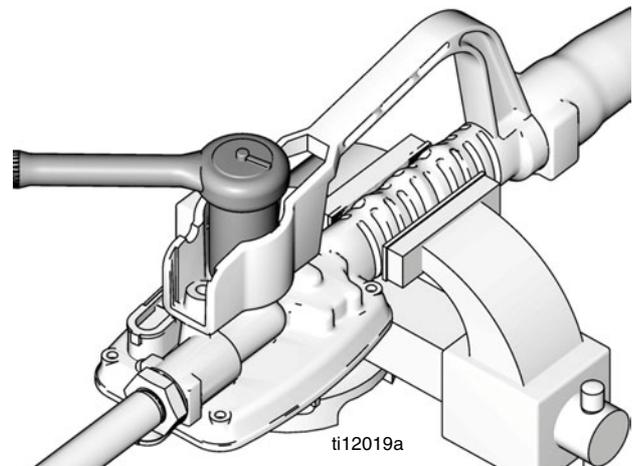

FIG. 15
10. Inserte un manguito de 1-1/16 pulgadas de profundidad en la válvula de cartucho (13) y afloje el conector de la válvula de cartucho (FIG. 15).